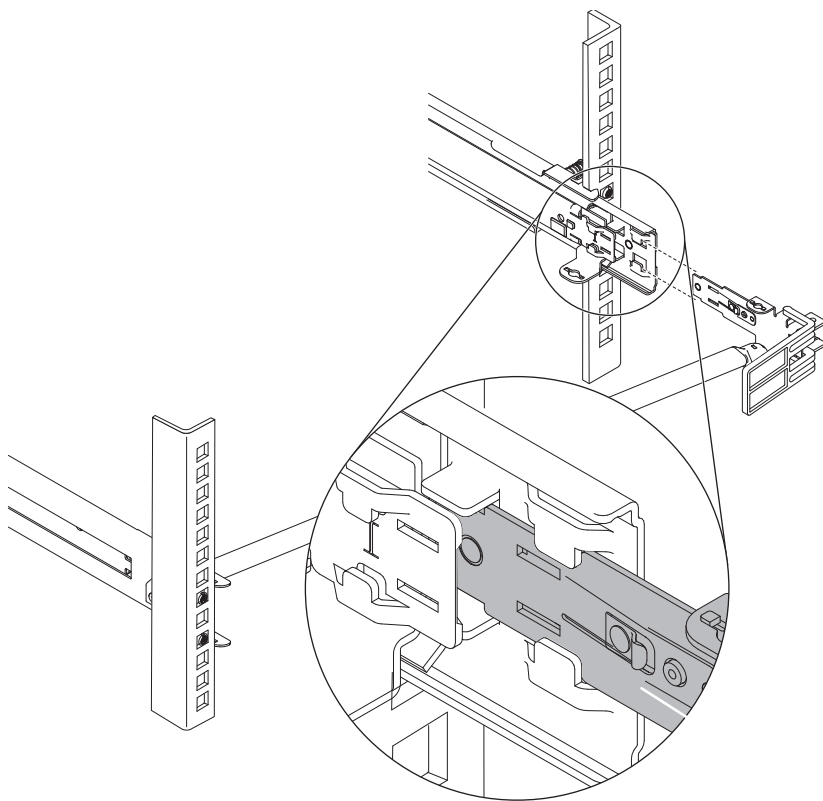

図 29. 停止金具のスライド・レールへの接続
3. 45 ページの図 29 に示すように、停止ブラケットをスライド・レールに接続します。